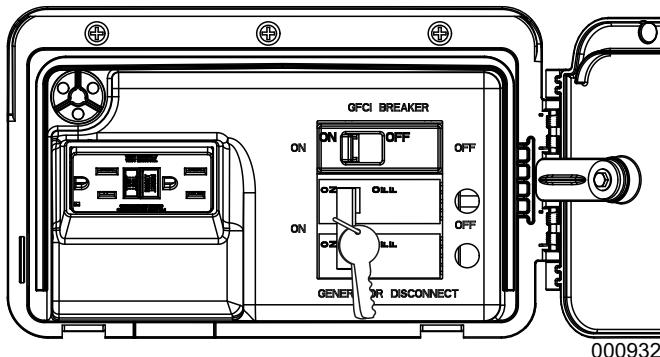

Figure 2-3. Boîtier de disjoncteurs et clés
- Voir la **Figure 2-3**. Le couvercle sera verrouillé. Un jeu de clé est fixé à la porte du boîtier de disjoncteurs à l'aide d'un collier de serrage. Coupez le collier de serrage afin de retirer les clés. Utilisez les clés pour ouvrir le couvercle du générateur.